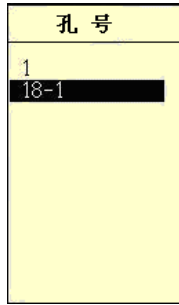

图 7.3 孔号选择
- 2、孔号：用于设置被测单孔的孔号，用户直接输入即可，如果用户想打开并查看已经完成测试的单孔的检测数据，按[确认]键选择相应的构件即可，如图 7.3，和工程的输入完全相同，需要注意的是，输入的字符不能超过 8 位。